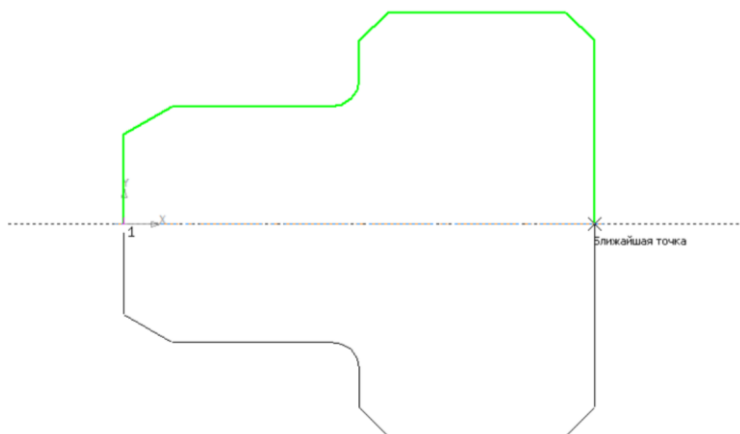

Рис. 99 – Результат выполнения команды симметрия
10. **Выполнение симметрии.** Чтобы отобразить контур относительно оси симметрии, сначала его необходимо выделить рамкой, для этого перед выполнением нажмите клавишу Esc (можно несколько раз) наведите курсор и укажите рамку (удерживая левую кнопку мыши). Рамку вести справа налево. После выделения объектов рамкой, выберите панель **Редактирование**, активируйте команду **Симметрия**. Наведите курсор на отрезок 1, произвольно выберите сначала одну точку, затем вторую на осевой линии, контур построится. Нажмите Esc (рисунок 99).